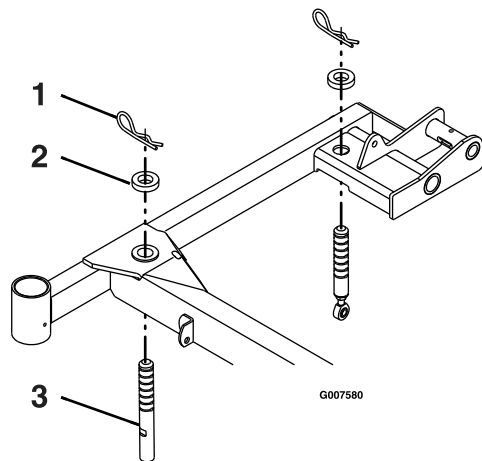

Figura 77
4. Verifique se todos os pernos de gancho estão nos orifícios de 7,62 cm de altura da plataforma do cortador com os espaçadores debaixo dos pernos de gancho (Figura 77)
5. Encurtar ou esticar cada pino de apoio da plataforma do cortador para obter uma altura da ponta da lâmina de 7,62 cm no frente da plataforma e 8,26 cm na traseira da plataforma (Figura 77).